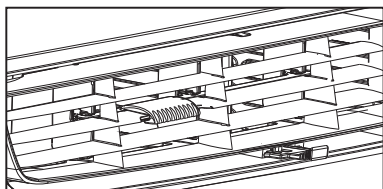

Figure 1 (VENTILACIÓN CERRADA)
1. Reciclar el aire de la estancia - ventilación cerrada (ver Fig. 1)